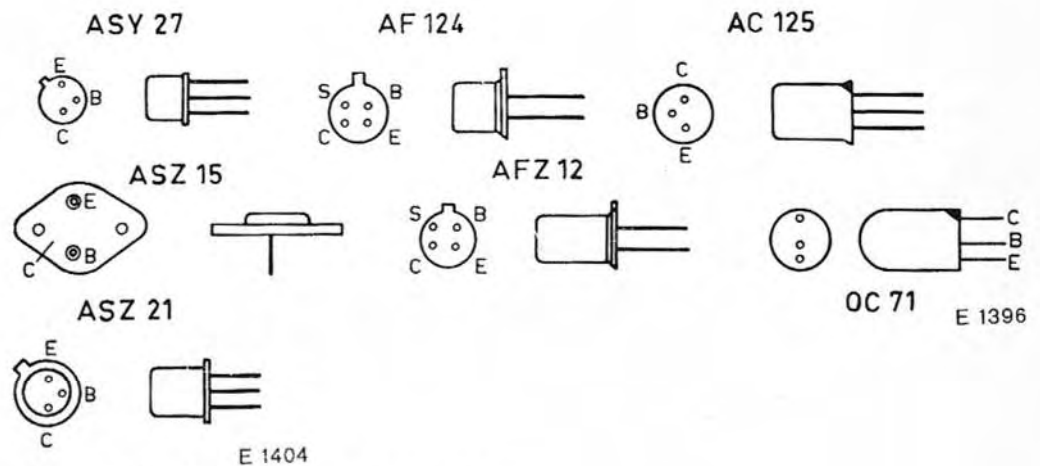

Fig. 5. Quelques types de transistors
2. Placer l'objet à essayer (transistor, diode) dans l'une des pinces de mesure prévues (fig. 5 et 6).